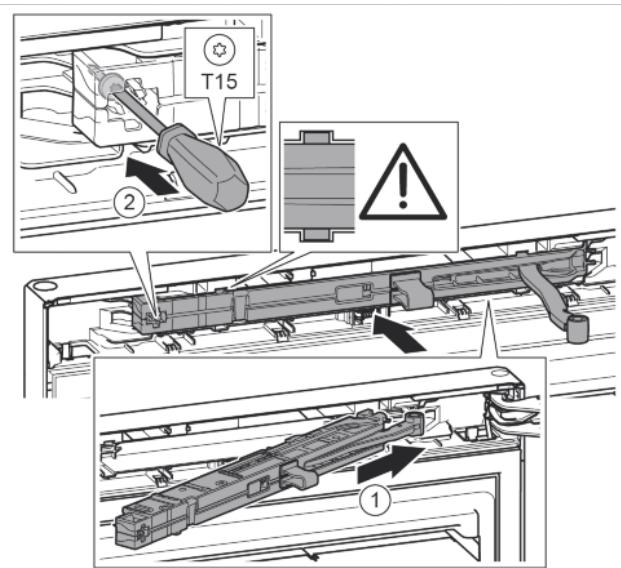

Fig. 48
- Вставить узел амортизатора со стороны опорного кронштейна в выемку до упора под наклоном. Fig. 48 (1)
- Затянуть винт отверткой T15. Fig. 48 (2)